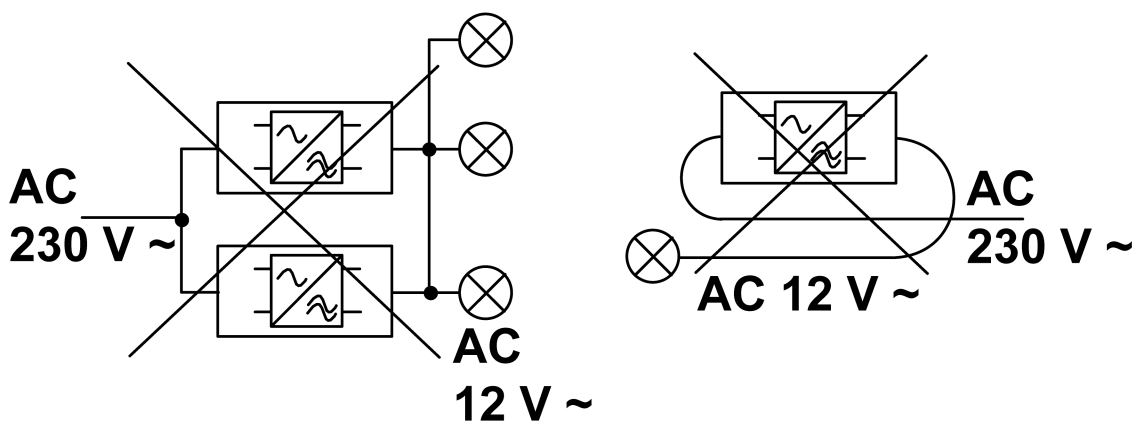

Bild 2
- i** Sammankoppla inte sekundärledningen med ytterligare Tronic-transformatorer (bild 2).
- i** Dra inte sekundärledningen parallellt med strömledningen eller Tronic-transformatorn (bild 2).